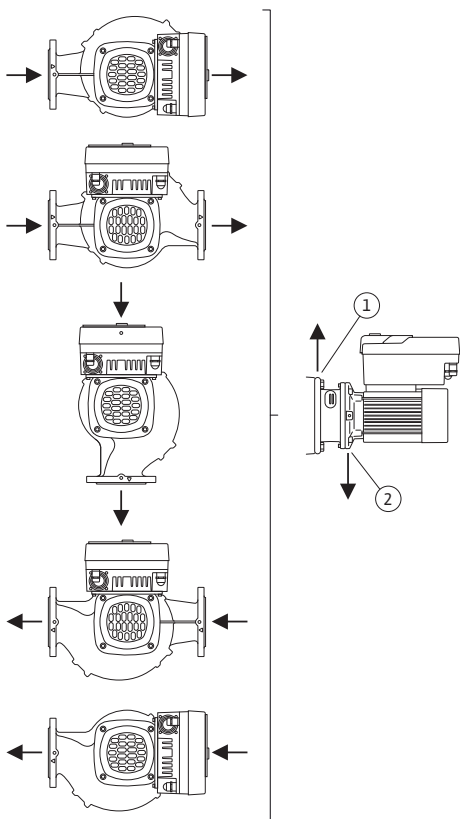

Fig. 9: Posizioni di montaggio ammesse con albero del motore orizzontale
Le posizioni di montaggio ammesse con albero del motore orizzontale e modulo elettronico verso l'alto ( $0^\circ$ ) sono illustrate nella Fig. 9.
La disaerazione della pompa è garantita in modo ottimale se la valvola di disaerazione è rivolta verso l'alto (Fig. 9, pos. 1).
In questa posizione ( $0^\circ$ ) la condensa formatasi può defluire in modo mirato attraverso gli appositi fori, la lanterna della pompa e il motore (Fig. 9, pos. 2).